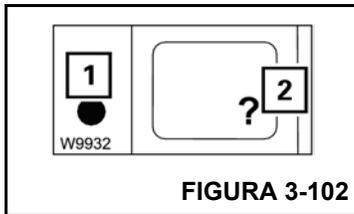

FIGURA 3-102
Presione una vez el botón (2, Figura 3-102). El botón sólo se activa cuando la luz (1) destella o se enciende.